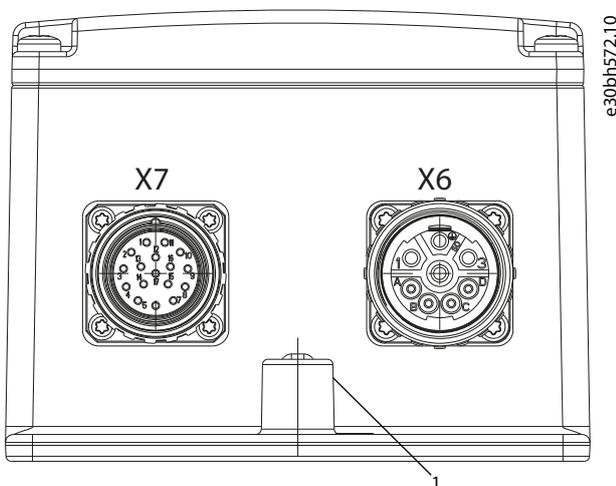

Abbildung 33: Erdung des DSD 510-Servoantriebs
- Für DSD 510: Verwenden Sie die in Abbildung 33 (Erdung für elektrische Sicherheit > #X003851 > fig_pb5_kjv_nlb) verwendete PE-Schraube.